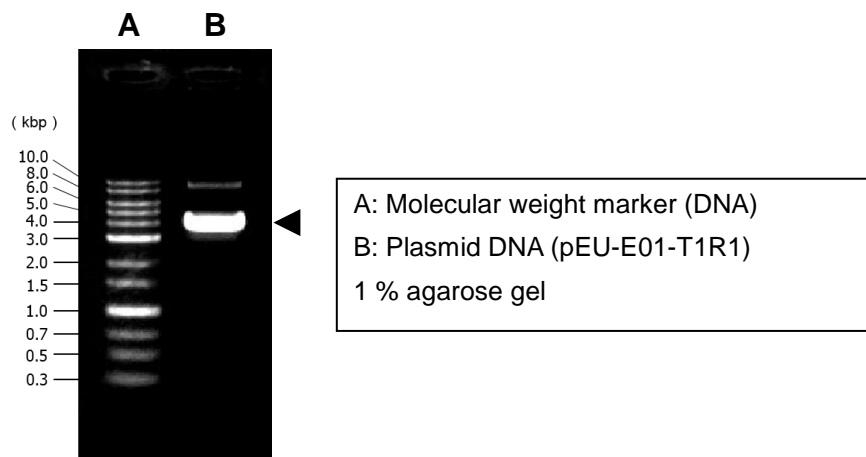

図 1 プラスミド DNA のアガロースゲル電気泳動例
- 17) 濃度調整後、0.1~0.2 µg のプラスミド DNA をアガロースゲルで電気泳動し、プラスミドの品質を確認する。図 1 のように、メインバンドがスーパーコイル状のプラスミド DNA (▲印) であることが望ましい。